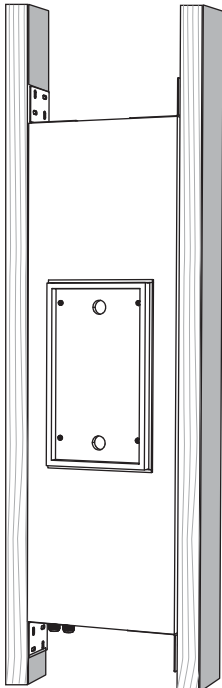

Fig. 2 Installare la lattina posteriore sulle staffe
4. Con l'aiuto di un assistente, sollevare con cautela il barattolo posteriore tra le staffe (Fig. 2), con l'ingresso del cavo in basso.